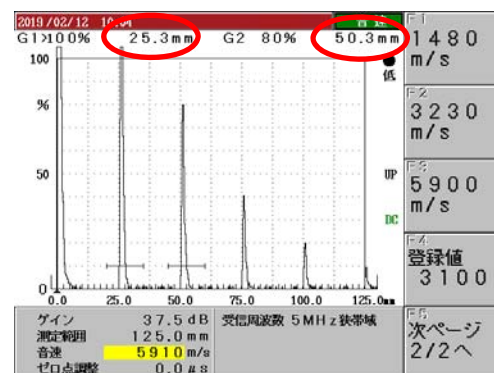

図5 測定範囲の調整
② ^{音速} **8ヤ** **TUV** キーを押すとFキーの表示が図5の右側ようになる。**F3** キーを押して音速を5900m/sにする。
③STB-A1の25mm厚さの部分を用いて多重エコーを図5のように表示させる。
④次に、ゲート1をB₁エコーに、ゲート2をB₂エコーに掛けるように移動させる。
⑤B₂エコー高さを80%として、^{音速} **8ヤ** **TUV** キーを押し、次に **←** **↑** **→** **↓** キーを使って、B₁とB₂のビーム路程差が丁度25.0mmになるように調整する。(図5上部参照)